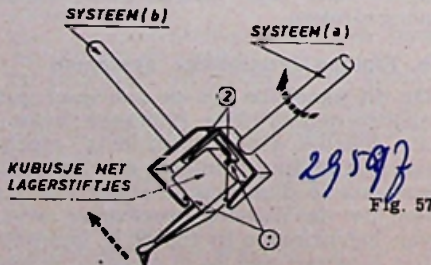

Fig. 57
en we onderscheiden twee luchtspleten, waarin de magnetische krachtlijnen onder een hoek van  $45^\circ$  met de vertikaal lopen. In iedere luchtspleet is een spoeltje gehangen dat via een kunststof beugel scharnierend is bevestigd (punten 1 en 2). De naaldhouder is d.m.v. een V-vormige draadbevestiging op zijn beurt scharnierend (punten 3 en 4) aan beide spoeltjes gekoppeld. Een beweging onder  $45^\circ$  gericht (bv. de getrokken pijl) doet alleen het rechterspoeltje in dezelfde richting bewegen, aangezien het geheel zich op dezelfde wijze gedraagt als het in de voorgaande paragraaf besproken parallelogram. Het betreffende spoeltje snijdt bij deze beweging de magnetische krachtlijnen en er wordt dus een spanning over 't spoeltje geïnduceerd. Een uit mechanisch oogpunt bijzonder listige constructie vinden we in de Ortofon-stereogroeftaster (fig. 57), gebaseerd op het kruiskoppelingprincipe zoals we dat in de automobieltechniek vinden toegepast. De naaldhouder is bevestigd aan een kubusvormig blokje, dat aan vier zijden is voorzien van een lagerstiftje. Ieder stel tegenoverliggende stiftjes wordt door de benen van een U-vormig beugeltje omvat; één been van iedere beugel heeft een zodanige vorm dat dit ongehinderd een heen-en-weer gaande beweging kan uitvoeren, terwijl het de bewegingen van zijn „collega” niet in de weg staat. Wordt nu de naaldpunt blootgesteld aan een beweging onder  $45^\circ$  van de vertikaal (bv. van het rechterkanaal), dan zal het kubusje kantelen om een as door de stiften (1), daarbij via de stiften (2) het beugeltje meenemend,